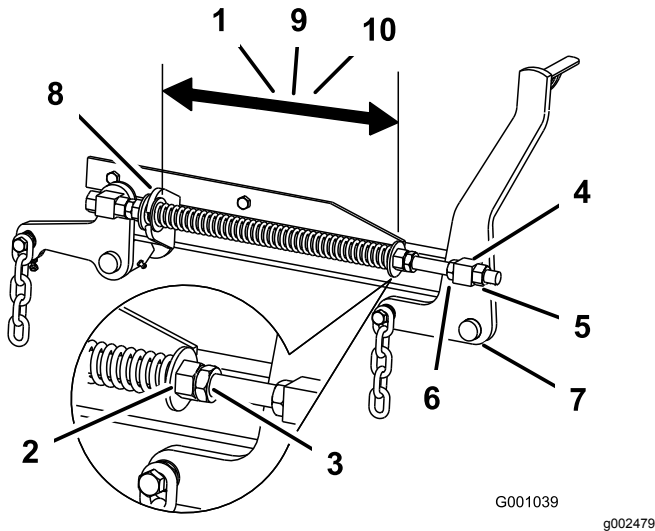

Figura 95
(10½") para carcasas de corte de 152 cm (60") o de 29.2 cm (11½") para carcasas de corte de 183 cm (72") (Figura 95).
- Ajuste esta distancia aflojando la contratuerca elástica y girando la tuerca que está delante de cada muelle (Figura 95).
- Fije la tuerca en la posición deseada apretando la contratuerca elástica (Figura 95).